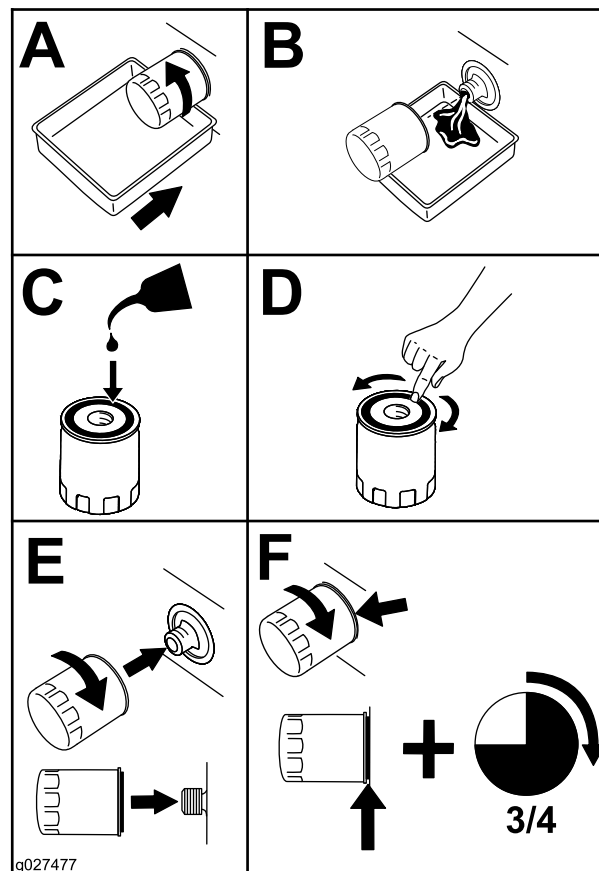

Figura 64
2. Sustituya el filtro de aceite del motor (Figura 64).